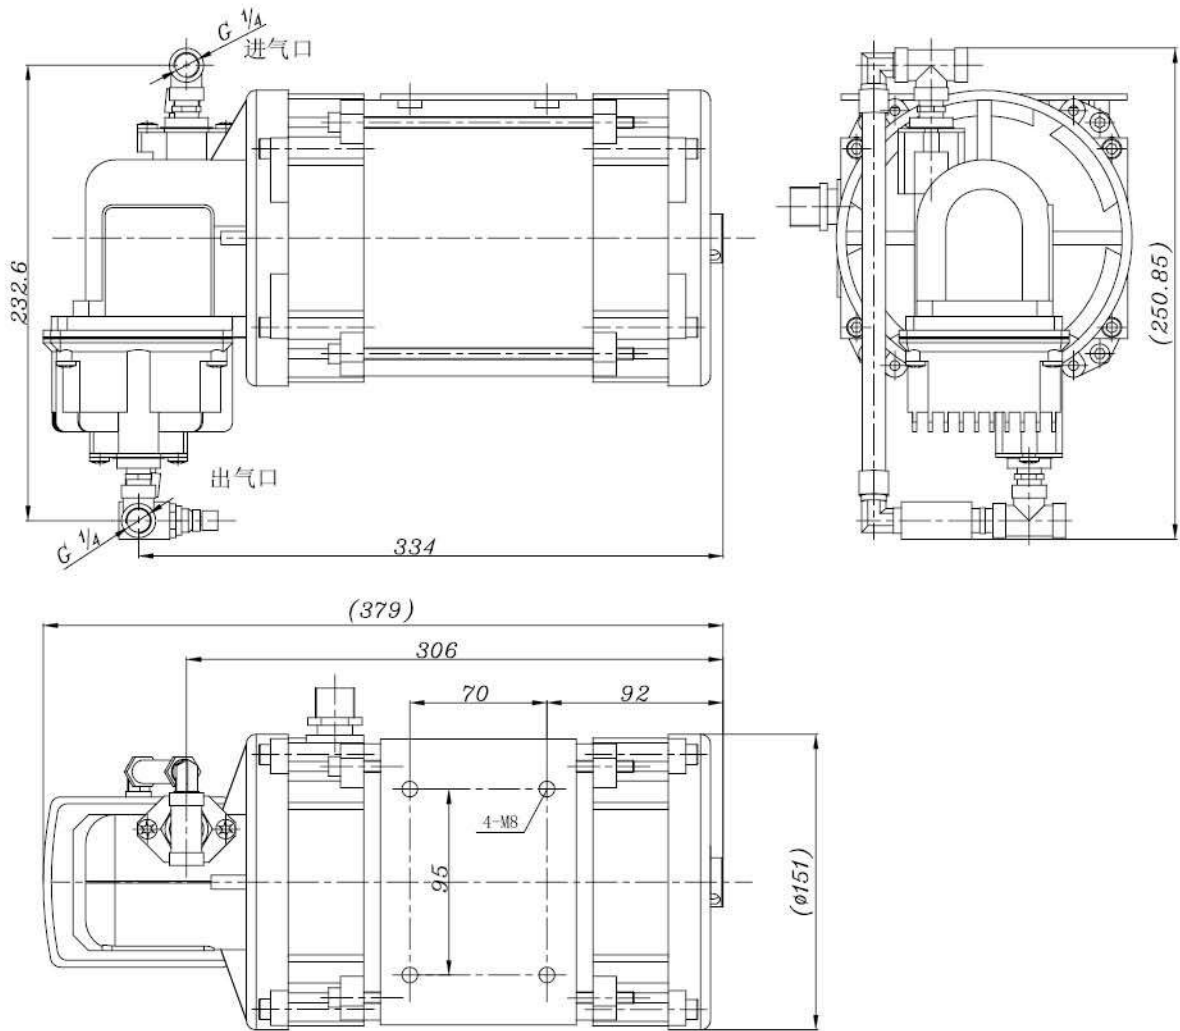
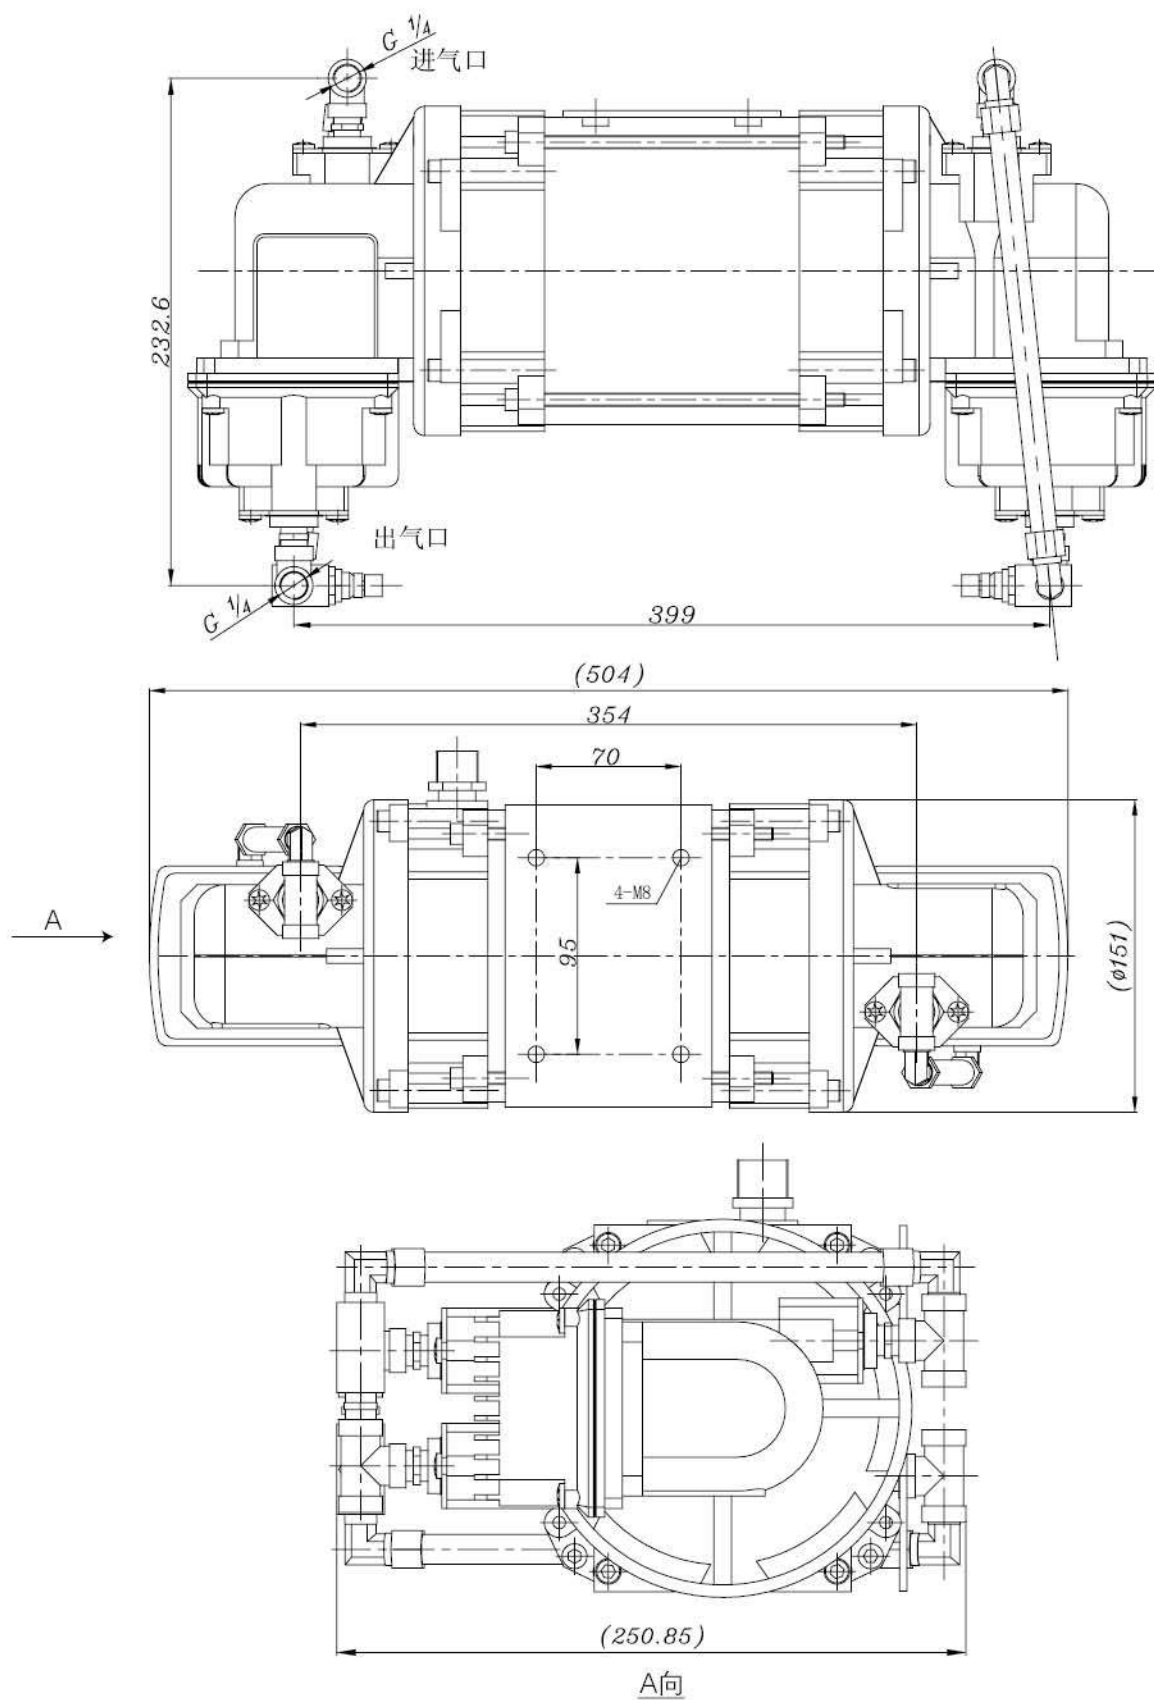
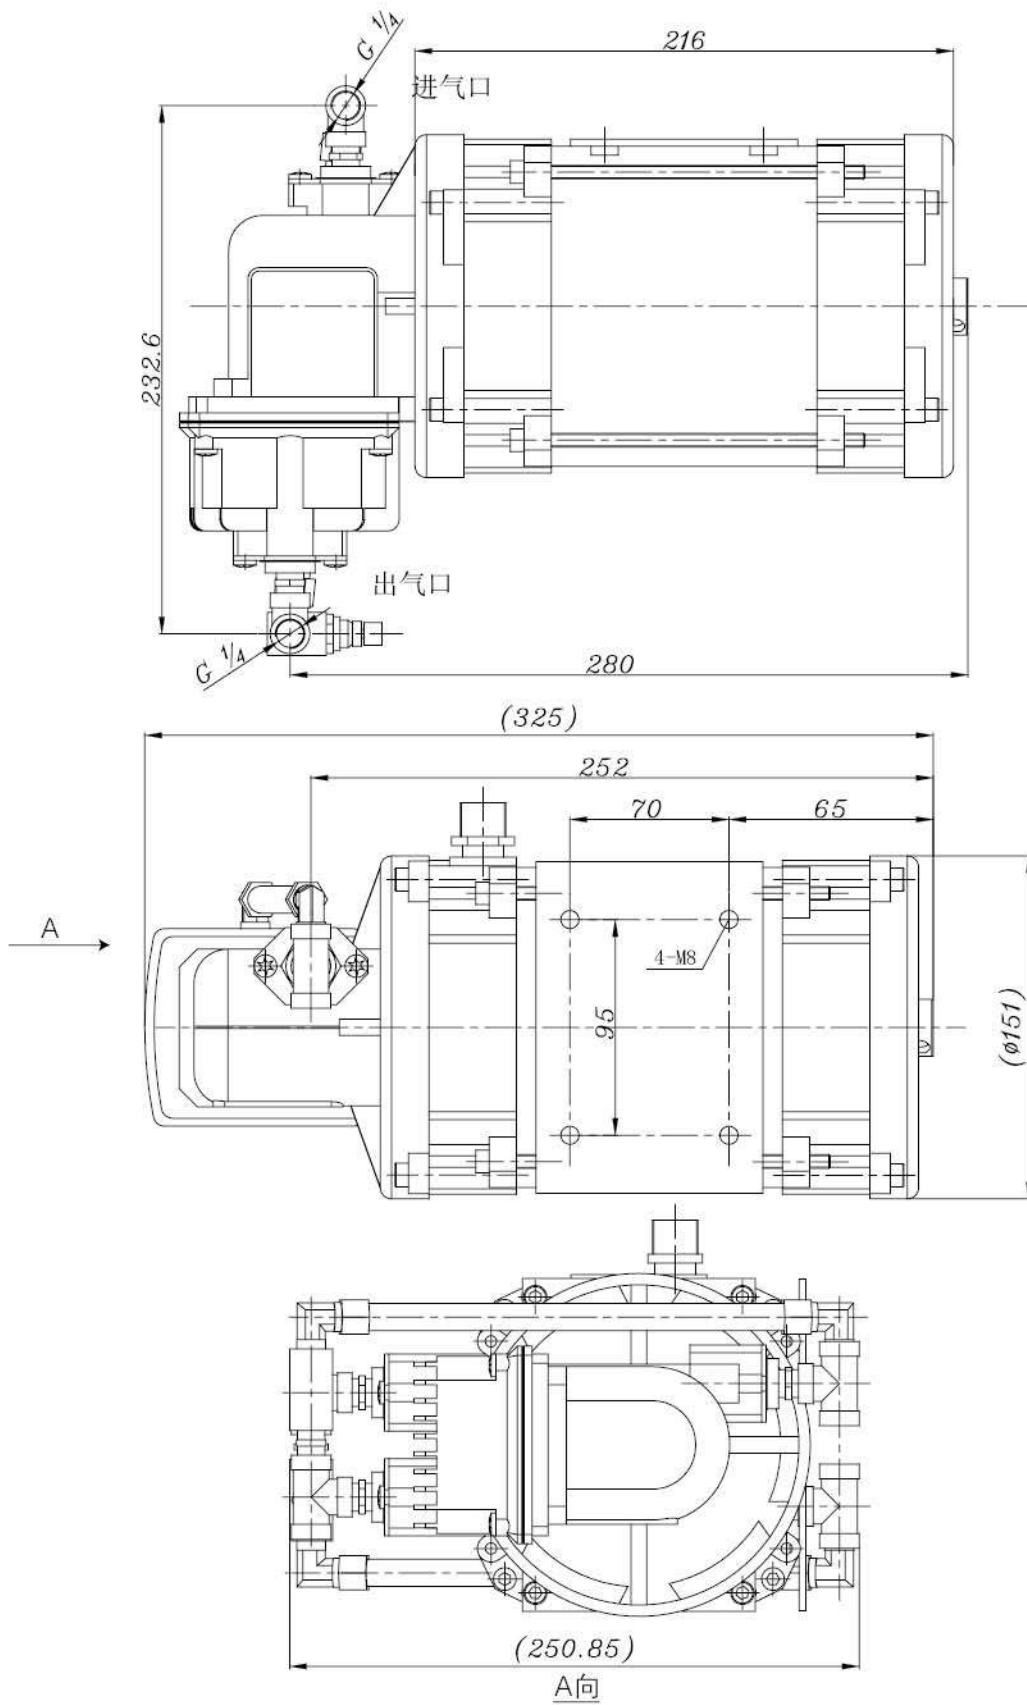
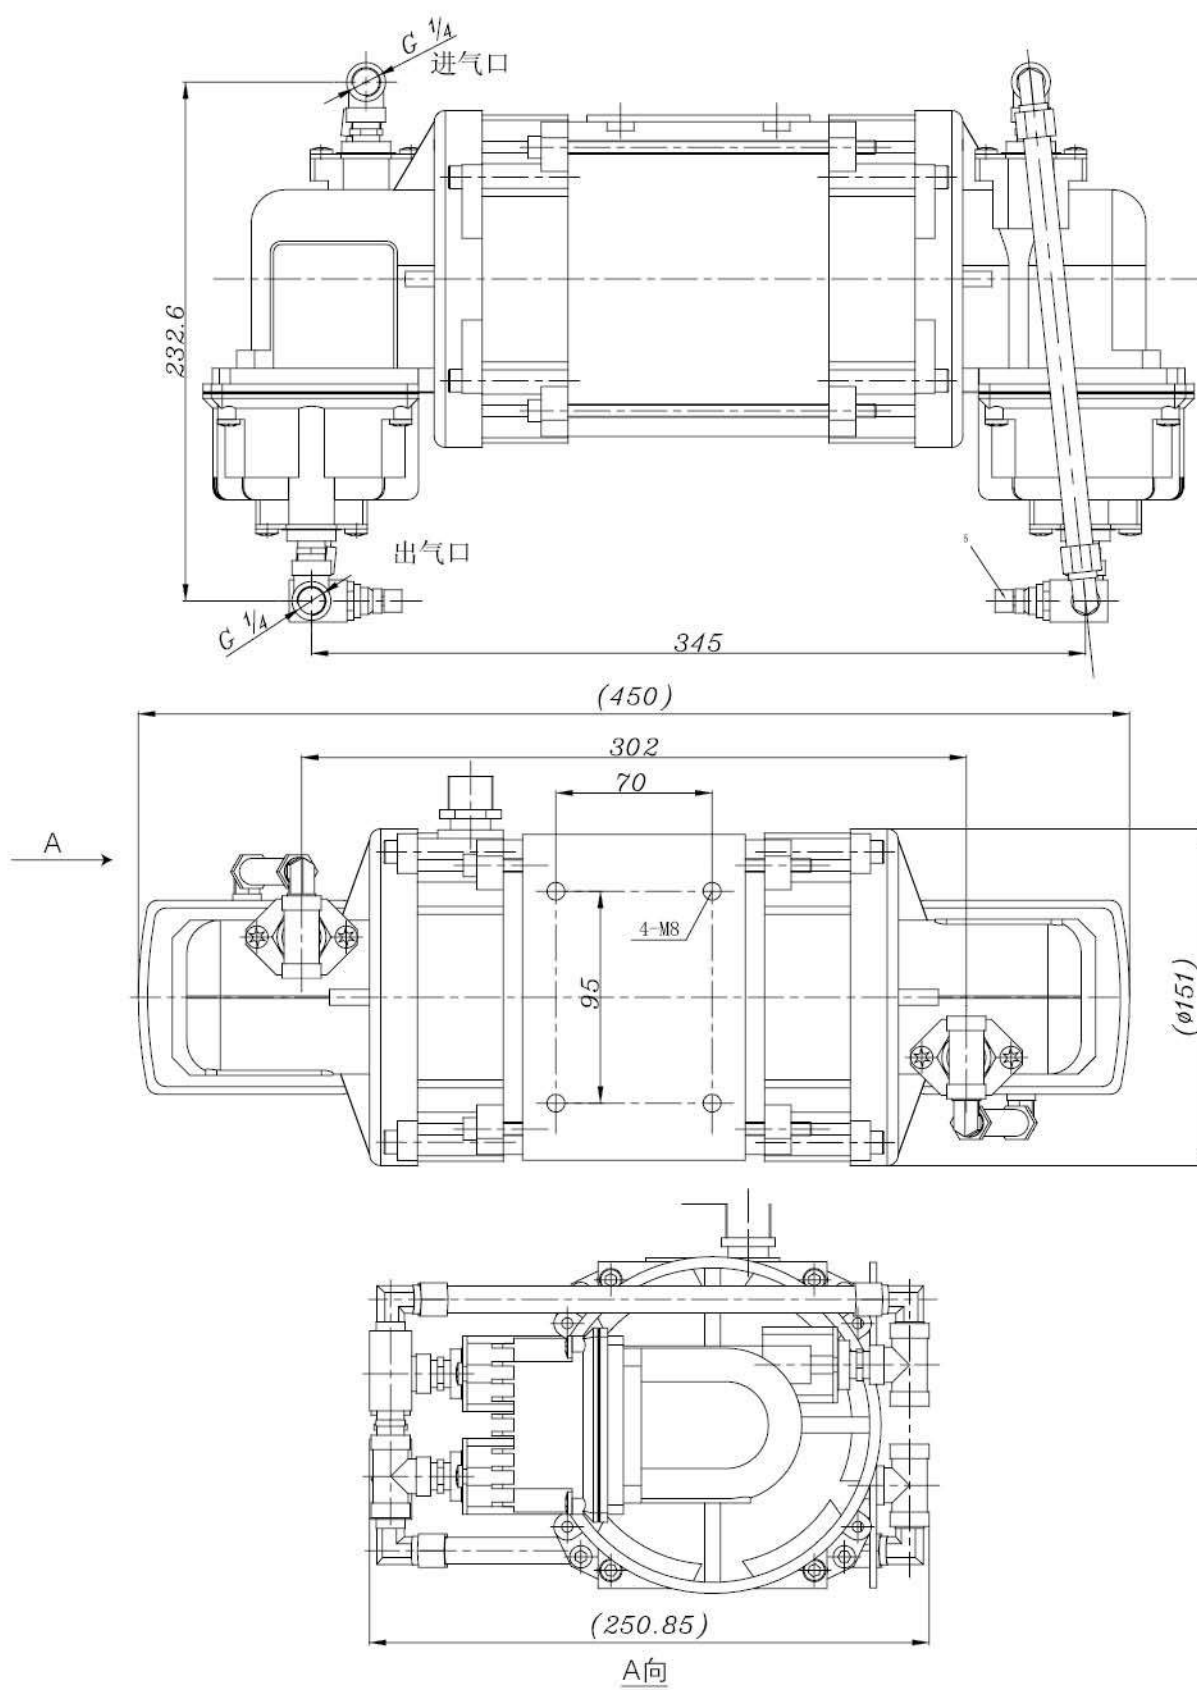

图2 单电机单泵外形尺寸 (220V)
图3 单电机双泵外形尺寸 (220V)
图4 单电机单泵外形尺寸 (380V)
图5 单电机双泵外形尺寸 (380V)
为了把油气回收泵固定在加油机内部，在电机的底座上设计有四个M8的螺纹孔（参见图2、图3、图4和图5）。
3. 油气回收泵的进气口（来自加油枪），有一个箭头标示（参见图2、图3、图4和图5）